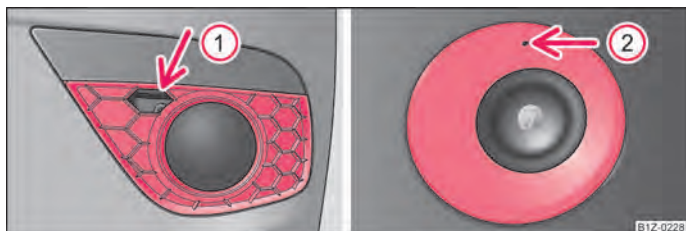

Fig. 186 Bara de protecție față: Octavia RS / Octavia Scout
- Introduceți un deget în deschizătura ① ⇒ fig. 186 și scoateți capul.